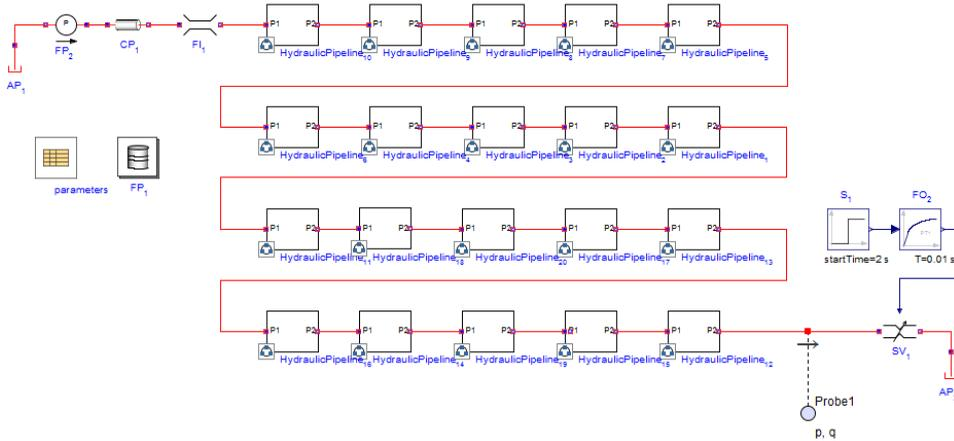
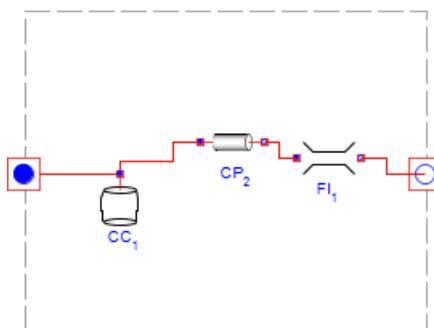

図6.28 ウォーターハンマー
図6.29 離散化されたパイプラインのセグメント
図6.29 「離散化されたパイプラインのセグメント」に示すように、各サブシステムは、Compliant Cylinder、Circular Pipe、および Fluid Inertia コンポーネントで構成されています。全長 L 、容量 V 、 N 個に分割されたパイプラインには、 $N + 1$ 個のパイプ (それぞれの長さは
1. 図6.28 「ウォーターハンマー」 や 図6.29 「離散化されたパイプラインのセグメント」 にあるようなコンポーネントと接続のあるモデルを作成します。
4. **Fixed Pressure** コンポーネントの (図6.28 「ウォーターハンマー」 の FP_2) 圧力 P を $500kPa$ に設定します。